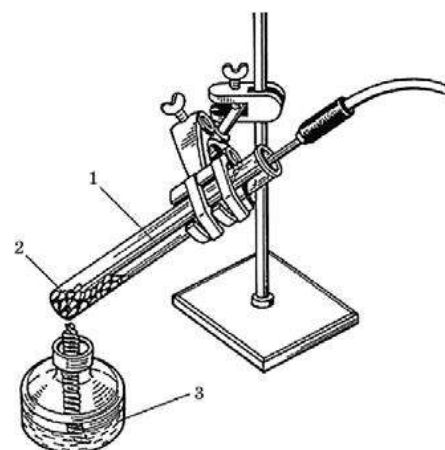

Рис. 5. Прибор для определения температуры плавления: 1 — термопарный датчик; 2 — гранулы исследуемого металла; 3 — спиртовка
1. В пробирку поместите гранулы металла (олово или свинец) на 2–2,5 см по высоте. Закрепите пробирку в лапке штатива. Закрепите термопарный датчик так, чтобы его кончик доходил почти до дна пробирки, но не касался ни его, ни стенок (рис. 5).